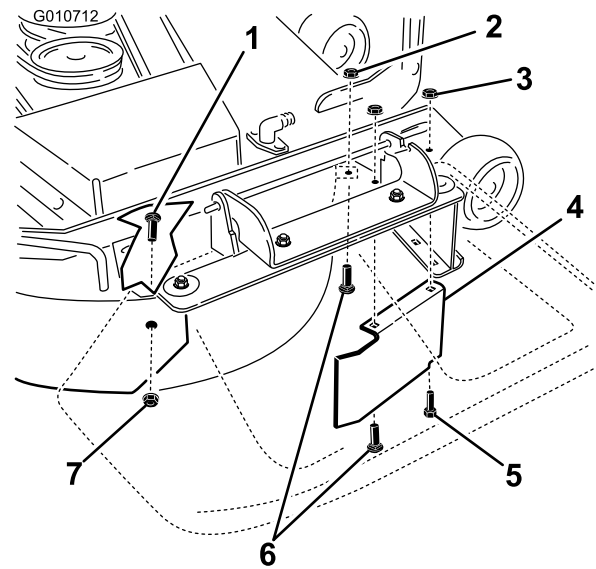

Figura 37
9. Remova o parafuso de carroçaria (5/16 x 3/4 polegada) e porca de bloqueio (5/16 polegada) na parede lateral da plataforma do cortador que prende o abafador esquerdo à plataforma (Figura 37).
10. Localize o resguardo do abafador na extremidade frontal da abertura de descarga lateral. Remova os dispositivos de fixação que prendem o resguardo do abafador e abafador direito à plataforma do cortador como se mostra em Figura 37. Remova o resguardo do abafador e guarde todos os dispositivos de fixação.
13. Instale os dispositivos de fixação previamente removidos nos furos frontais na placa de descarga e furo frontal na plataforma (Figura 37).